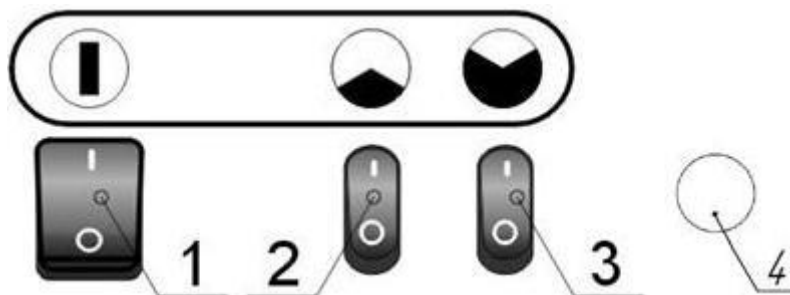

Рис.2. Задняя обечайка с пультом управления
На планке кнопок управления поз. 2 расположены выключатель сетевой поз. 1 (рис.2) и выключатели нагревателей поз. 2 и 3 (рис. 2).
7.1.1 Для включения тепловентилятора в режим вентиляции необходимо включить сетевой выключатель (поз.1 рис.2) в положение “  ”, при этом включается подсветка клавиши и включается вентилятор.
Для работы в режиме 1 с мощностью 1,6 кВт включить клавишу поз.2 (рис.2) в положение “  ”, при этом включается подсветка клавиши, и тепловентилятор работает с мощностью 1,6 кВт на одном нагревателе (  ).
Для работы в режиме 2 установить клавишу поз. 3 (рис.2) в положение “  ”